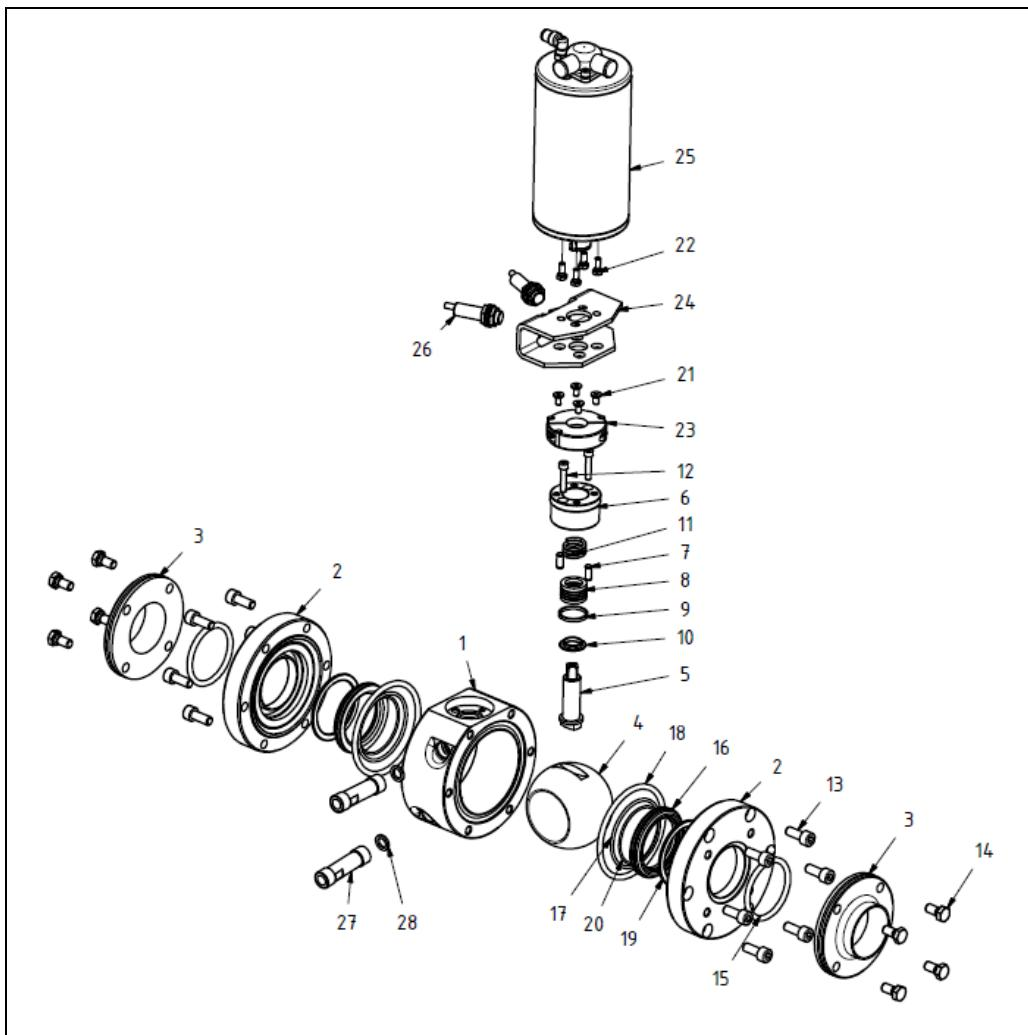

Abb. 6-7: Aufbau Kugelventil mit pneum. Antrieb
- Lösen Sie die Anschlussverschraubungen direkt am Kugelventil (Ausführung G/G, G/KM) oder die Sechskantschrauben (Abb. 6-7, Pos. 14) bei Ausführung ZFA- und DIN 11864-2. Bei der Ausführung S/S lösen Sie wenn möglich die im Strang zum Kugelventil nächstliegende Flanschverbindung. Lösen Sie alternativ die Sechskantschrauben (Abb. 6-7, Pos. 14).
- Lösen Sie je nach Ausführung die Nutmutter der Verschraubungen oder die Schrauben (Abb. 6-7, Pos. 14) bei ZFA, bei Schweißenden (Abb. 6-7, Pos. 13).
- Lösen Sie die Schrauben (Abb. 6-7, Pos. 14) bei Ausführung ZFA und entfernen Sie die Innenflansche.
- Drehen Sie die Kugel (Abb. 6-7, Pos. 4) in Stellung geschlossen.
- Entfernen Sie die PTFE-Dichtringe (Abb. 6-7, Pos. 16), die O-Ringe (Abb. 6-7, Pos. 17 und 18) und den Rechteckring (Abb. 6-7, Pos. 19).
- Ziehen Sie die Spindel (Abb. 6-7, Pos. 5) nach unten aus dem Gehäuse.
- Entfernen Sie das Gleitlager (Abb. 6-7, Pos. 10).
- Entfernen Sie das V-Dichtringsatz (Abb. 6-7, Pos. 8) und den Dichtring (Abb. 6-7, Pos. 9).
- Legen Sie die Stellungsanzeige (Pos. 30) auf den Vierkant der Spindel (Abb. 6-7, Pos. 5) auf. Die Stellungsanzeige muss dabei in die gleiche Richtung wie die Bohrung der Kugel (Abb. 6-7, Pos. 4) zeigen. Achten Sie beim Einbau der Stellungsanzeige auf die Drehrichtung des Antriebs. Bei „Luft öffnend“ dreht er sich bei Blickrichtung auf den Vierkant nach rechts.
Ist ein pneumatischer Antrieb (Abb. 6-7, Pos. 25) „Luft öffnend“ und „Feder schließend“ im Einsatz, wird bei Ausfall der Druckluft die Kugel immer in die Stellung „geschlossen“ gedreht.
- Lösen Sie die Schrauben (Abb. 6-7, Pos. 22) leicht und drehen Sie den Antrieb so, dass in der Stellung „offen“ die Kugelbohrung fluchtet.